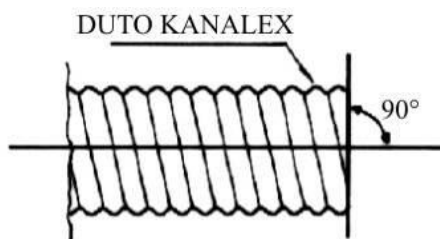

Figura 27
- a) Cortar as extremidades dos dutos a serem emendados, formando um ângulo de 90° em relação ao eixo longitudinal, utilizando a conexão I como guia de corte, sem deixar nenhuma rebarba (Figura 27).